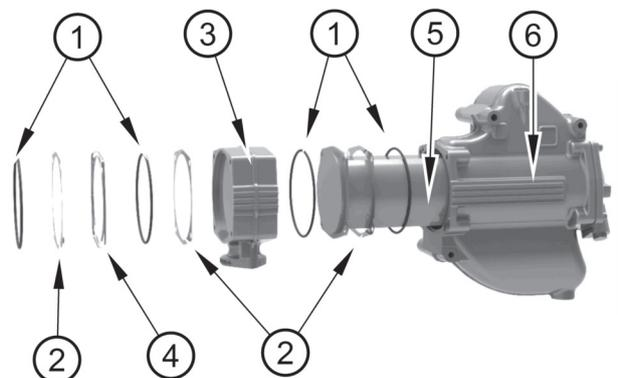

Figure 23
3. Le refroidisseur intermédiaire peut être démonté comme montré sur la figure 23.